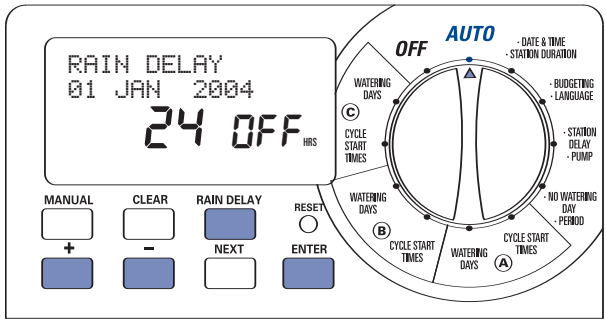

Figura 13:
2. Premere il tasto **RAIN DELAY** (Ritardo pioggia) per ritardare automaticamente l'irrigazione di 24 ore [Vedere la Figura 13]